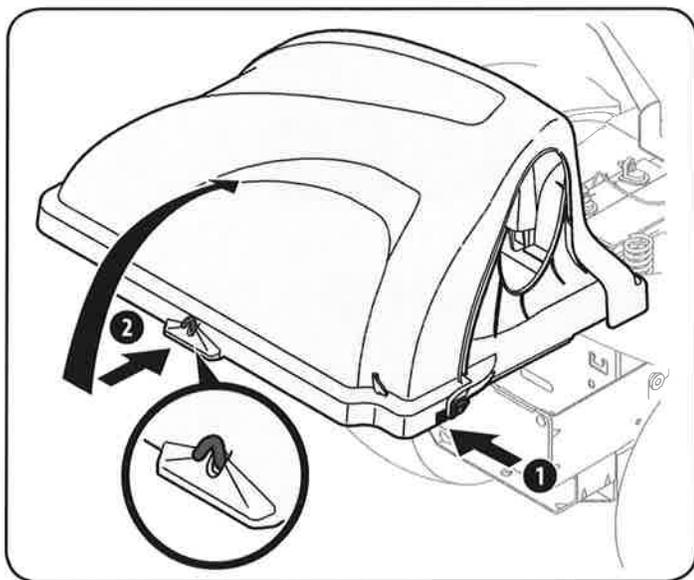

Figura 55
2. Abra la cubierta de hierba receptor empujando en la, pestaña del lado derecho trasero con la mano derecha, como se muestra en (1) de la Figura 55, y levantando con su mano izquierda en la parte central trasera, (2).